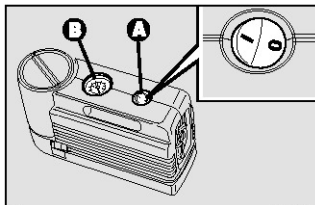
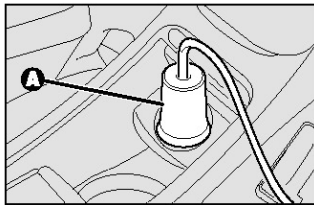

рис.19
рис.20
□ убедитесь что выключатель **A** - **рис.19** компрессора находился в положении **0** (выключен), включите двигатель, вставьте разъем **A** - **рис.20** в самую близкую розетку и включите компрессор, переместив выключатель **A** - **рис.19** в положение **1** (включено);
□ Накачайте шину до требуемого значения давления (см. раздел «колеса» в главе «Технические характеристики»). Для контроля давления в шине с помощью манометра **B** - **рис.19** рекомендуется выключить компрессор, иначе показания могут быть неточными;